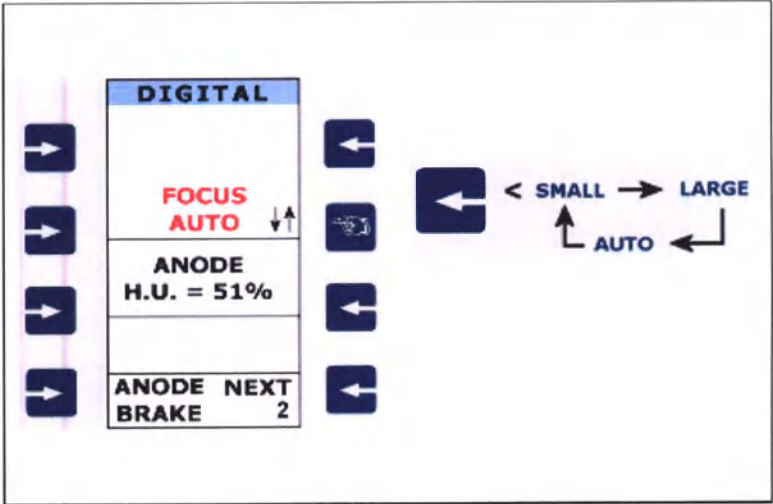

Рисунок 1.10- Выбор фокусного пятна
- нажать клавишу «**NEXT**» на графическом экране до тех пор, пока меню выбора фокусного пятна не отобразится на дисплее (рисунок 1.10);